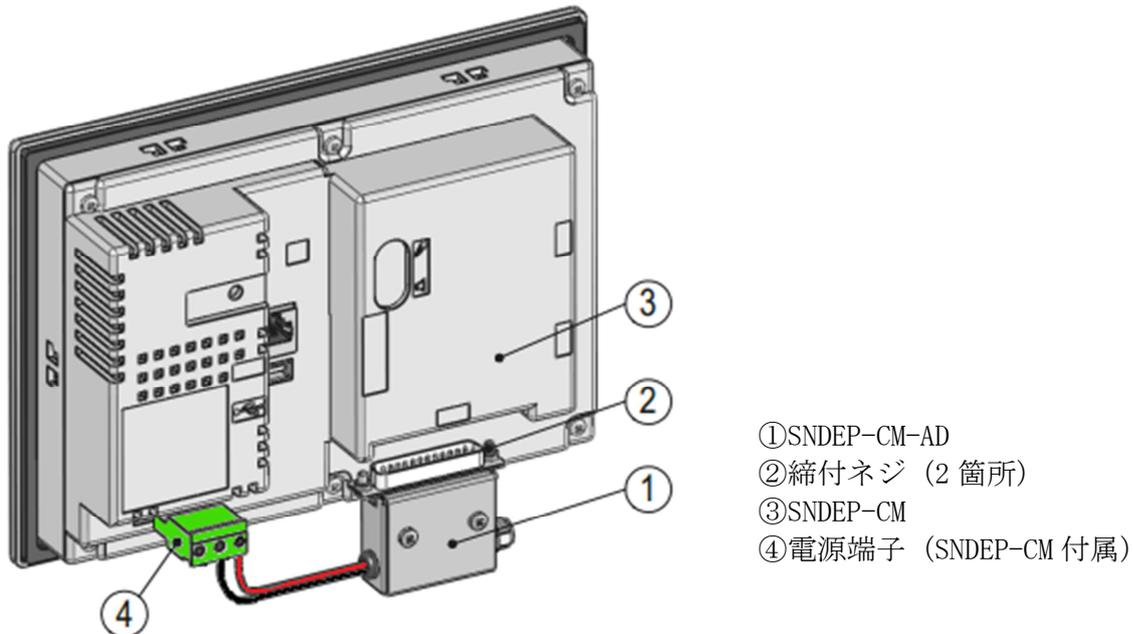
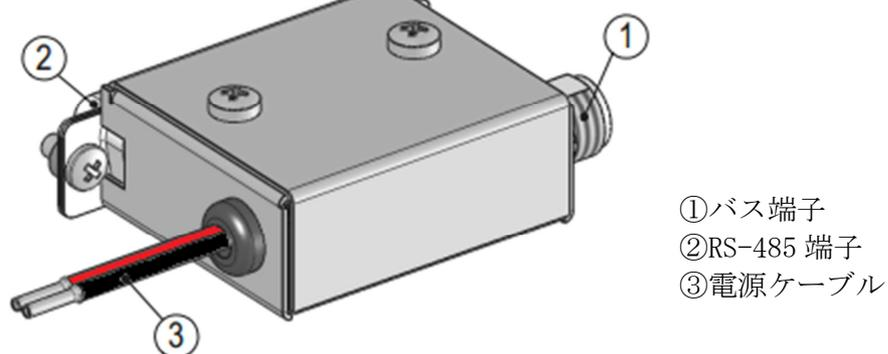

図1：SNDEP-CM への取付け
図2：SNDEP-CM-AD の配線
本製品のRS-485端子（オス）を、SNDEP-CMのRS-485端子（メス）に接続し、締付ネジ2箇所（図1②）で固定してください。
本製品の電源ケーブル（図2③）を、SNDEP-CMの電源端子（図1④）に接続してください。
バス端子 (図 2 ①) のピン割り当て
RS-485 端子 (図 2 ②) のピン割り当て
電源ケーブル (図 2 ③) の割り当て